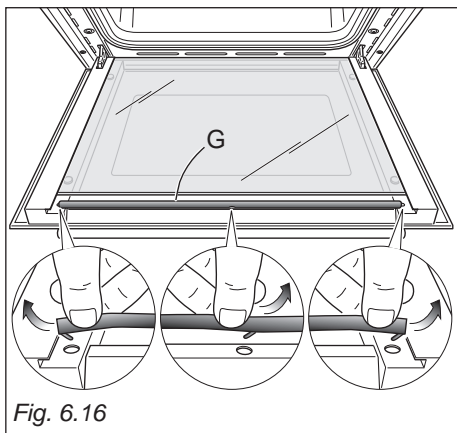

Fig. 6.16
- Afmonter tætningslisten "G" som vist på illustrationen Fig. 6.16.